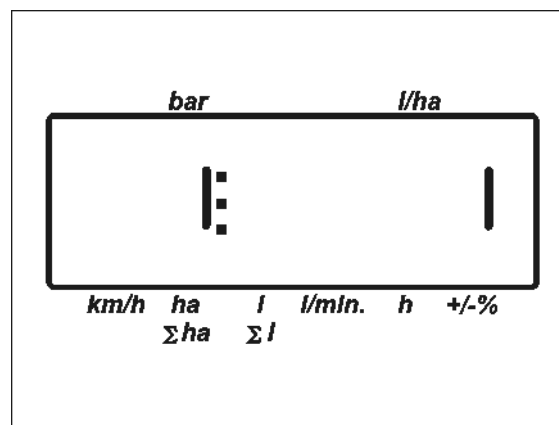
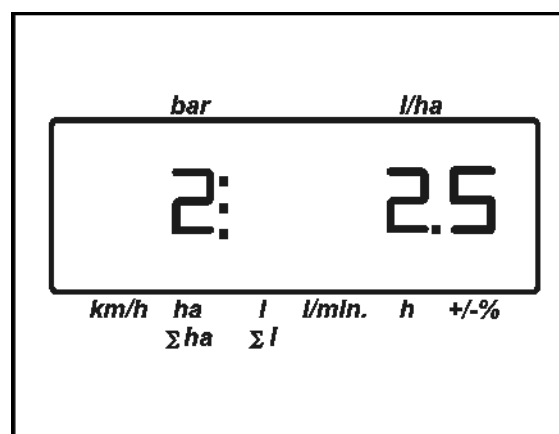

Fig. 6
Fig. 7
- Indicación del **1** : tipo de grifería 0, 1 ó 2 (Fig. 6).
- o 1 – Grifería sin función de equipresión (TG)
- Indicación de la **2** : constante de regulación de la presión (Fig. 7).